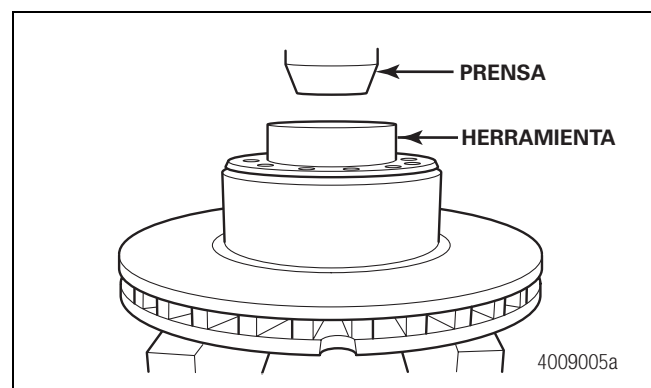

Figura 4.12
12. Coloque la herramienta arriba del conjunto del rotor y la maza de rueda. Consulte el esquema de herramientas en la Figura 11.11 de la Sección 11. Figura 4.12.